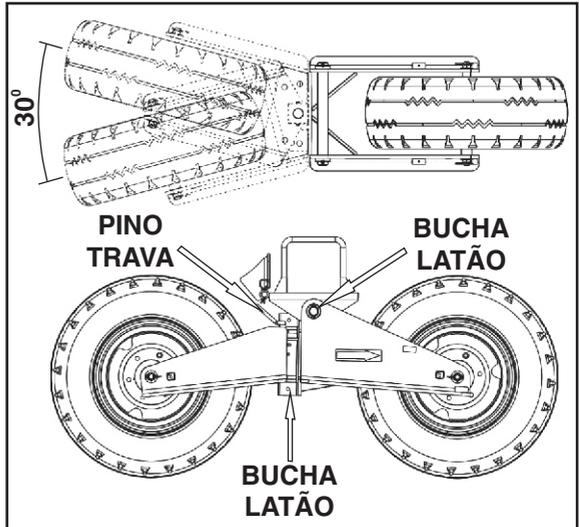

Figura 04 - Sistema de rodado tandem
- **Rodado:** Composto por quatro pneus dispostos dois a dois em tandem, com giro lateral de 15° para cada lado no garfo traseiro. Todas as articulações são mancalizadas com buchas de latão substituíveis. O rodado tandem, possui um sistema de travamento para impedir a articulação lateral do rodado traseiro, para ser utilizado durante as manobras à ré (Figura 04).